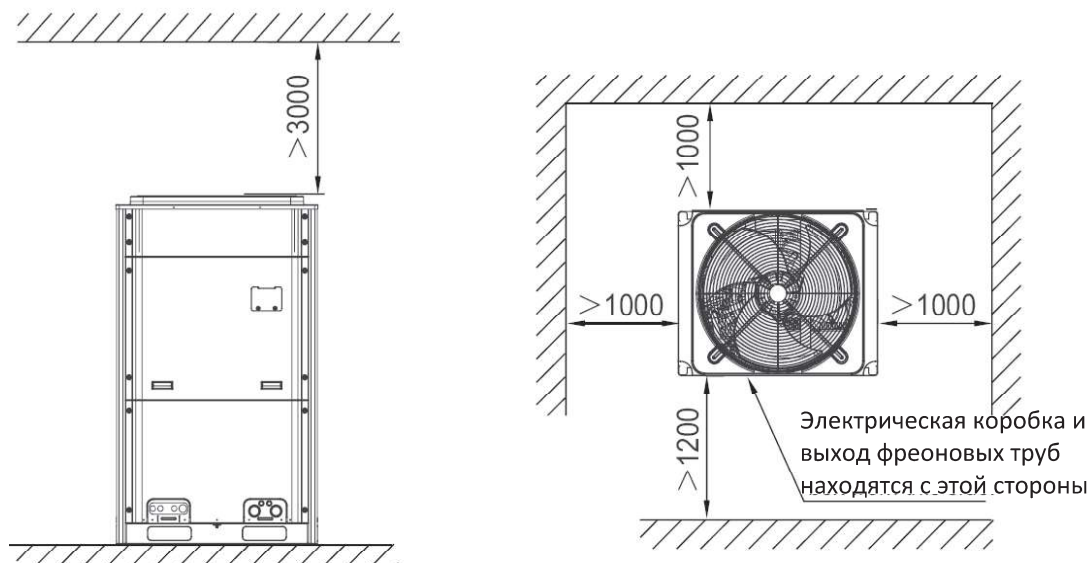

Рис. 11.3
11.1.6. Требования по размещению одиночных наружных блоков согласно рис. 11.3.